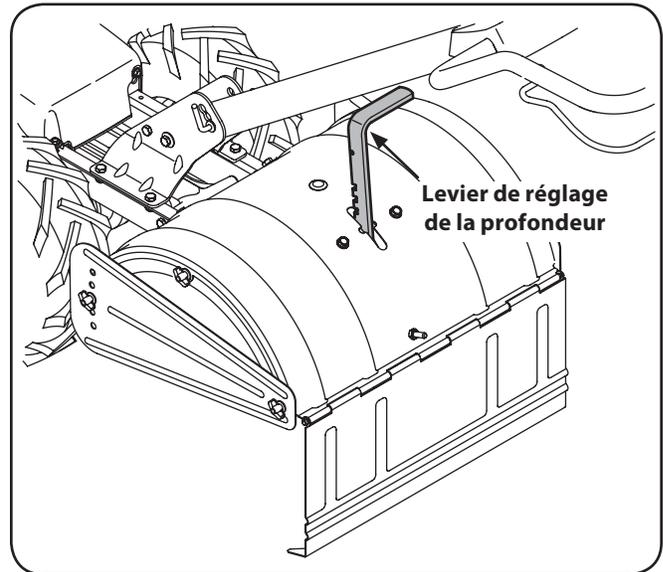

Figure 3-5
1. Placez le motoculteur sur une surface plane. Déplacez le levier de réglage de la profondeur vers l'arrière, puis tirez-le complètement vers le haut jusqu'à ce que l'encoche la plus basse du levier soit enclenchée. Voir Figure 3-5.